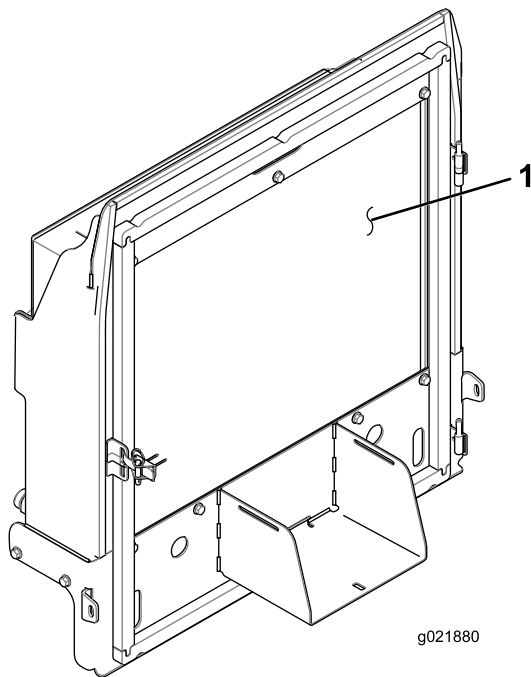

Figure 137
4. Nettoyez soigneusement les deux côtés du radiateur/refroidisseur d'huile à l'air comprimé (Figure 137).